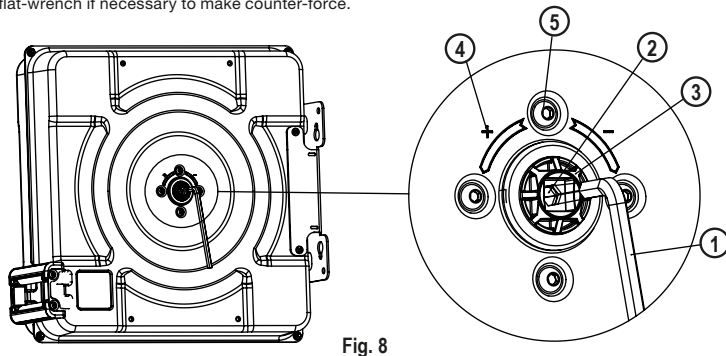
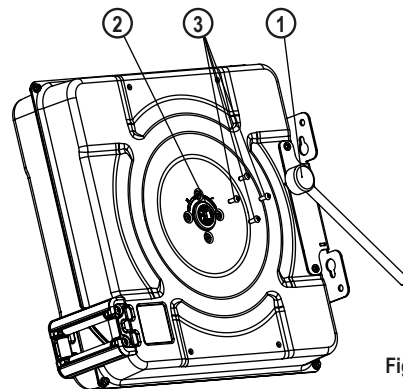
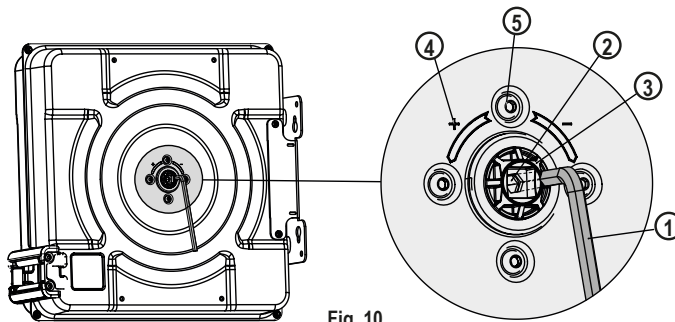
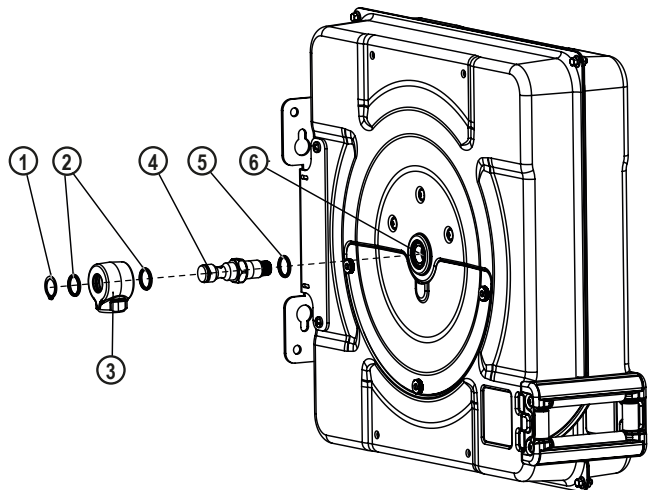

Fig. 8
Fig. 9
Fig. 10
Fig. 13
6. Once the hose is connected to the fitting (4) (fig. 7), introduce an Allen key (7 mm between faces) inside the brass hexagon (2) (fig. 8), and turn this key to turn the spool in positive direction, following the indication stamped on the casing (4) (fig. 8). In this way, the hose will be coiled and the power spring will not get tension. When the hose stopper touches the rollers (3) (fig. 7), stop turning the spool.
7. Take away the Allen key (1) (fig. 8), and replace it with a square key (1) (fig. 9). Turning this key, the spring fixation (2) (fig. 9) will turn (the spool will keep static) and the power spring will get tension.
8. Apply the pre-tension to the power spring as shown in Table 1, by means turning the tool in positive direction, following the indication stamped on the casing (4) (fig. 8).
6. När slangens är ansluten till fästet (4) (fig. 7), sätt in en insexnyckel (7 mm mellan ytorna) inuti mässingshexagonen (2) (fig. 8) och vrid för att vrida spolen i positiv riktning, efter instruktionerna på höljet (4) (fig. 8). På detta sätt, kommer slangens att rullas tillbaka och kraftfjädersnålen kommer inte att få spänning. När slangproppen kommer i kontakt med utloppsrollarna (3) (fig. 7), sluta att vrida spolen.
7. Ta bort insexnyckeln (1) (fig. 8) och byt ut den med en fyrkantig nyckel (1) (fig. 9). När denna nyckel vrids, kommer fjäderfästningen (2) (fig. 9) att vridas (spolen håller sig statisk) och kraftfjädersnålen kommer att få spänning.
8. Applicera förspänningen på kraftfjädersnålen enligt tabell 1, genom att vrida verktyget i positiv riktning, följt av indikeringen på höljet (4) (fig. 8).
- After applying the pre-tension turns, without releasing the tool (1) (fig. 9) and grasping it firmly, introduce the bolts (3) (fig. 9). While tightening these bolts, pay attention not to release the tool, because this could cause injury. Once the first bolt is tighten, do not turn again the tool, this stress could damage the Tensor piece (2) (fig. 9).
- After tighten the 4 bolts (3) (fig. 9), release the tool (1) (fig. 9). Verify if the hose reel is coiling properly with the desired force, coiling and uncoiling several times. If necessary, adjust the spring tension following the instructions shown in section "Spring load adjustment".
- Sätt på bultarna (3) (fig. 9) när du har applicerat spänningsvridningarna, utan att lossa verktygen (1) (fig. 9) och håll fast ordentligt. Tänk på att inte lossa verktygen när du spänner dessa bultar, det kan orsaka skada. När den första bulten är åtdragen, vrid inte verktyget igen, den här spänningen kan skada fjäderspännaren (2) (fig. 9).
- Lossa de 4 bultarna (3) (fig. 9), lossa verktyget (1) (fig. 9). Kontrollera om slangspolen rullar korrekt med önskad kraft, spolning och lossning flera gånger. Vid behov justera fjäderns spänning enligt instruktionerna i avsnittet "Justering av fjäderbelastningen".
- With the hose reel firmly attached on a surface, uncoil all the hose and latch the spool in the nearest position. For higher security, use a tool which avoid the spool to turn freely. It is recommended to block the spool by introducing an Allen key 7 mm between faces (1) (fig. 10) inside the brass hexagon (2) (fig. 10), through the Tensor piece (3) (fig. 10).
- Med slangspolen fastsatt på en yta, dra ut hela slang och lås spolen i närmaste position. För högre säkerhet, använd ett verktyg som undviker att spolen vrids fritt. Det är rekommenderat att blockera spolen genom att införa en insexnyckel 7 mm mellan ytorna (1) (fig. 10) inuti mässingshexagonen (2) (fig. 10) genom fjäderspännaren (3) (fig. 10).
1. First of all it is necessary to remove the power spring tension. To do so, with all the hose coiled and the hose stopper in contact with the roller outlet, introduce a square key (1) (fig. 9) in the Tensor piece (2) (fig. 9), and loosen the bolts (3) (fig. 9). Do not turn the tool (1)(fig. 9) until all the bolts have been taken away, because the stress could damage the Tensor piece (3) (fig. 10).
2. By turning the tool in negative direction, following the indication stamped on the casing (4) (fig. 8), the power spring will loose force. By turning the tool in positive direction, the power spring will gain force. Add or subtract turns as you need always having in mind to leave between a minimum of 2 pre-tension turns and the maximum pre-tension turns (Table 1) which keeps the spring from exceeding the total allowed turns.
3. Finally, while grasping firmly the tool, introduce again the bolts (3)(fig. 9). Remember not to turn the tool when the bolts are in place, because this could damage the Tensor piece (3) (fig. 10). When all the bolts are tightened, you can take away the tool. Verify if the hose reel is coiling properly with the desired force, coiling and uncoiling several times. If necessary, repeat the procedure.
1. Först och främst är det nödvändigt att ta bort kraftfjäders spänning. För att göra det, med all slang tillbakarullad och med slangproppen i kontakt med rullutloppet, introducera en fyrkantig nyckel (1) (fig. 9) i Fjäderspännaren (2) (fig. 9) och lossa bultarna (3)(fig. 9). Vrid inte verktyget (1) (fig. 9) innan alla bultar har tagits bort, eftersom spänningen kan skada fjäderspännaren (3) (fig. 10).
2. Genom att vrida verktyget i negativ riktning, kommer kraftfjädern att förlora kraften enligt instruktionerna på höljet (4) (fig. 8). Genom att vrida verktyget i positiv riktning kommer kraftfjädern att få kraft. Lägg till eller subtrahera de varv som du behöver, men tänk på att lämna minst 2 förspänningsvarv och max den maximala förspänningsvridningen från Tabell 1 som undviker att överskrida de varv som tillåts.
3. Slutligen, när du håller fast verktyget, introducera igen bultarna (3) (fig. 9). Kom ihåg att inte vrida verktyget när bultarna är på plats, eftersom det kan skada fjäderspännaren (3) (fig. 10). När alla bultar är åtdragna kan du ta bort verktygen. Kontrollera om slangrullen rullar korrekt med önskad kraft, tillbakarullning och lossning flera gånger. Upprepa proceduren om det behövs.
3. Block the spool using appropriate tools. It is recommended to block the spool using an Allen key 7 mm between faces (1) (fig. 8) introducing it inside the brass hexagon (2) (fig. 8), through the Tensor piece (3) (fig. 8). You can also move the hose stopper (fig. 5) to a new position, where the latch can be seen through the service window when the hose stopper touches the roller outlet.
3. Blockera spolen med hjälp av lämpliga verktyg. Det är rekommenderas det för att blockera spolen med hjälp av en insexnyckel 7 mm mellan ytorna (1) (fig. 8) inuti mässingshexagonen (2) (fig. 8) genom fjäderspännaren (3) (fig. 8). Du kan även flytta slangproppen (fig. 5) till en ny position, där spärren kan ses genom servicefönstret när slangstoppet rör rullutloppet.
2. Take apart the circlip (1) (fig. 13) and remove the swivel (3) (fig. 13).
4. Unscrew the shaft (4) (fig. 13). For doing this, it is needed to do counterforce by introducing an Allen key 7mm between faces (1) (fig. 8) inside the brass hexagon (2) (fig. 8), through the Tensor piece (3) (fig. 8). Avoid to transmit stress to other hose reel components.
5. Once the shaft has been taken apart, you will be able to reach the inner sealing ring (5) (fig. 13). Replace it if necessary. This sealing ring is used in all the hose reels models, located inside the inner rotating part (6) (fig. 13).
6. Introduce carefully the shaft inside the inner rotating part (6) (fig. 13), through the inner sealing ring (5) (fig. 13), be careful not to damage it with the shaft thread. It is recommended to clean the threads and apply a medium strength threadlocker in this threaded coupling. For tightening the shaft, again use the Allen key to make counterforce, avoiding the stress to transmit to other hose reel components.
8. Finally, place again the circlip (1) (fig. 13) on the shaft, and remove the Allen key (1) (fig. 8).
2. Ta bort ringen (1) (fig. 13) och sviveln (3) (fig. 13).
4. Lossa axeln (4) (fig. 13). För att göra detta behöver man ett motstånd genom att införa en insexnyckel 7 mm mellan ytorna (1) (fig. 8) inuti mässingshexagonen (2) (fig. 8) genom fjäderspännaren (3) (fig. 8). Undvik att överföra stress till andra komponenter i slangrullarna.
5. När axeln har plockats isär kommer du att kunna nå den inre O-ring (5) (fig. 13). Byt ut den vid behov. Denna O-ring används i alla slangrullmodeller, placerade inuti den inre roterande delen (6) (fig. 13).
6. För försiktigt in axeln i den inre roterande delen (6) (fig. 13) genom den inre O-ring (5) (fig. 13), var försiktig så att du inte skadar den med axelgången. Det rekommenderas att rengöra gångorna och applicera en medelstark gängtejp i denna gångade koppling. För att dra åt axeln, använd insexnyckeln som mothåll, för att andra slangrullekomponenter inte ska utsättas för stress.
8. Sätt tillbaka ringen (1) (fig. 13) på axeln och lossa insexnyckeln (1) (fig. 8).